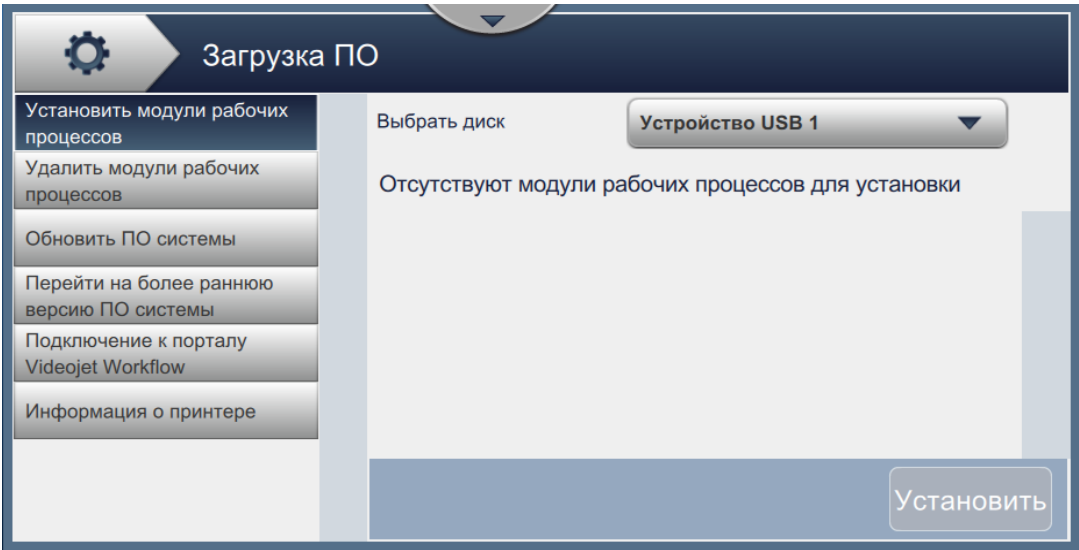

Рис. 6-22: Экран «Загрузка ПО»
1. Нажмите кнопку  на экране «Инструменты». Откроется экран «Загрузка ПО», как показано на Рис. 6-22.